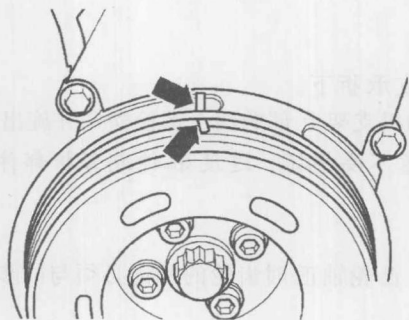

图1-1-5 对齐曲轴上的正时标记
①将同步带安装到曲轴正时齿轮和冷却液泵上（注意转动方向）。
②安装同步带护罩的中部和下部。
③用新螺栓安装曲轴多楔带轮。拧紧力矩： $10\text{ N} \cdot \text{m} + 90^\circ$ （1/4圈）。
④将曲轴置于1缸上止点处。标记必须对准，如图1-1-5中箭头所示。